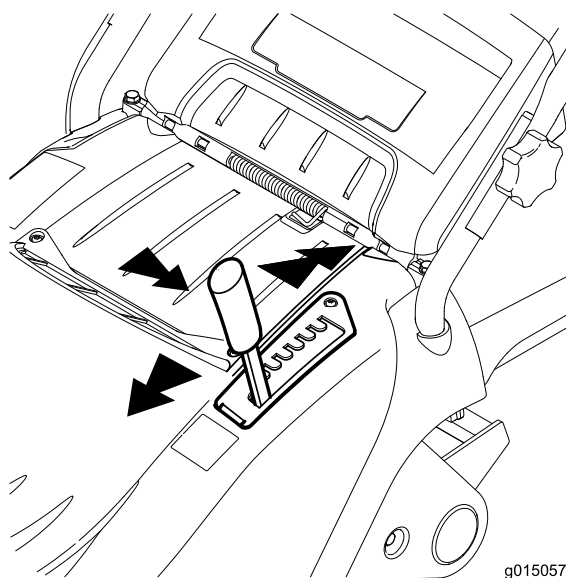

Figura 13
2. Retire la palanca de altura de corte de la ranura en la que se encuentre, y muévala hacia adelante o hacia atrás a la ranura deseada (Figura 13).